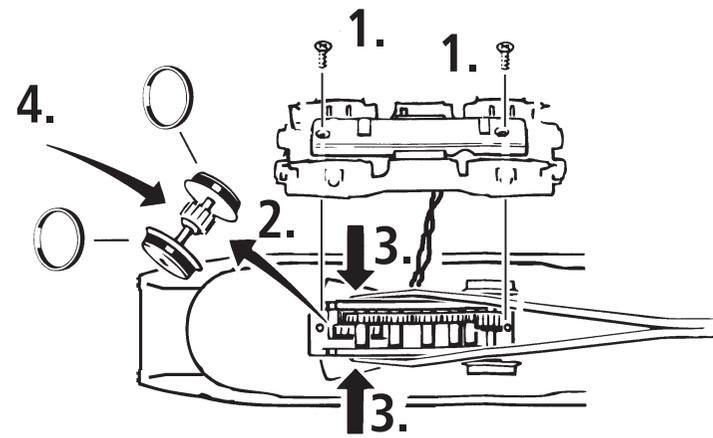

Fig. 8
Ausführung für Wechselstrom: siehe Fig. 8
A.C. operation: see fig. 8